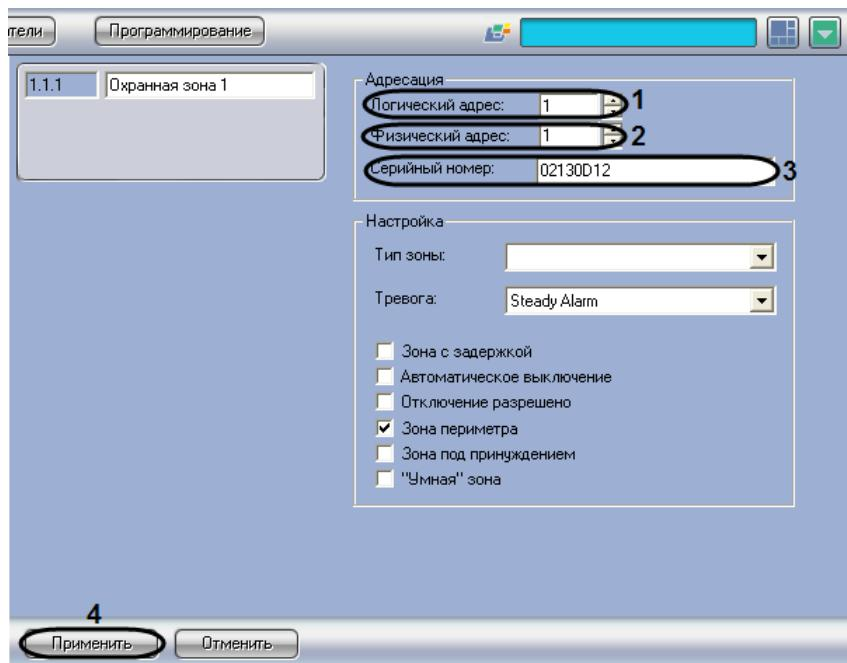

Рис. 3.6—2. Настройка охранной зоны контрольной панели Paradox
- Перейти на панель настройки объекта **Охранная зона** (Рис. 3.6—2).
2. В поле **Логический адрес** (см. Рис. 3.6—2, 1) ввести номер охранной зоны.